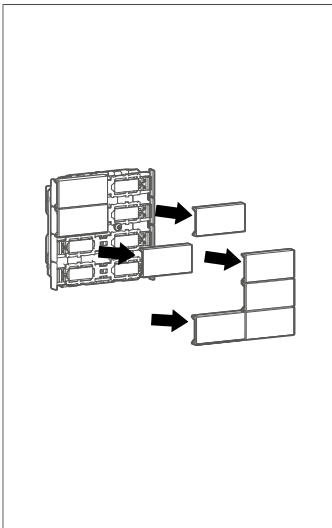

Bild 19: Tasten entfernen
- 1 Tasten vom Tastsensormodul entfernen (siehe Bild 19).